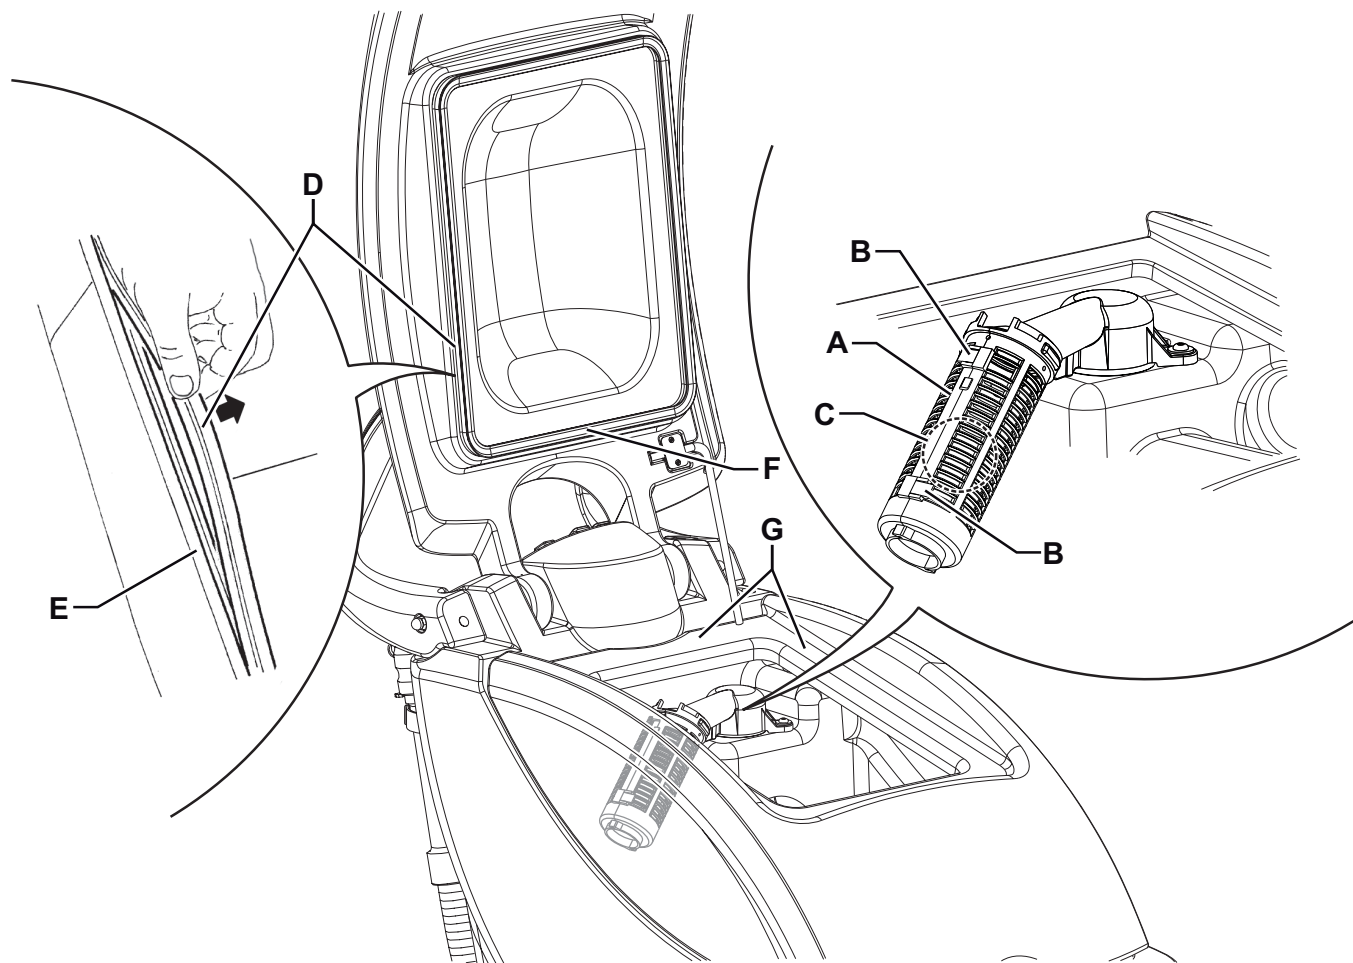

Abbildung 6
2. Überprüfen, ob der Netzkabelstecker (21) vom Stromnetz getrennt ist.
3. Den Deckel (31) des Schmutzwassertanks öffnen und mit Frischwasser den Deckel, die Tanks (27 und 28) und das Ansauggitter (36) reinigen und waschen. Das Wasser aus den Tanks durch das Ansaugrohr (16) und die Leitung (18) ablassen.
4. Falls erforderlich, Haltevorrichtungen (B, Abb. 6) lösen, Gitter (A) öffnen und Schwimmer (C) entnehmen. Sorgfältig reinigen und wieder montieren.
5. Auf die Unversehrtheit der Deckeldichtung (D) des Schmutzwassertanks prüfen.
*Die Dichtung (D) ermöglicht die Bildung eines Unterdrucks im Tank, der für das Ansaugen des Schmutzwassers erforderlich ist.*